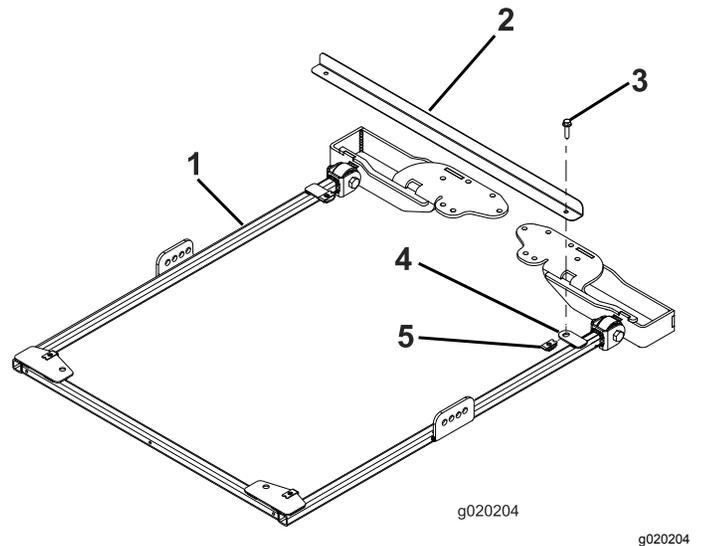

Bild 5
- Zum richtigen Ausfluchten des Rahmens befestigen Sie die Rahmenausfluchtungsstange mit zwei Bundkopfschrauben (5/16" x 1/4") an den Befestigungsnasen hinten am Sonnendachrahmen, wie in **Bild 5** abgebildet.